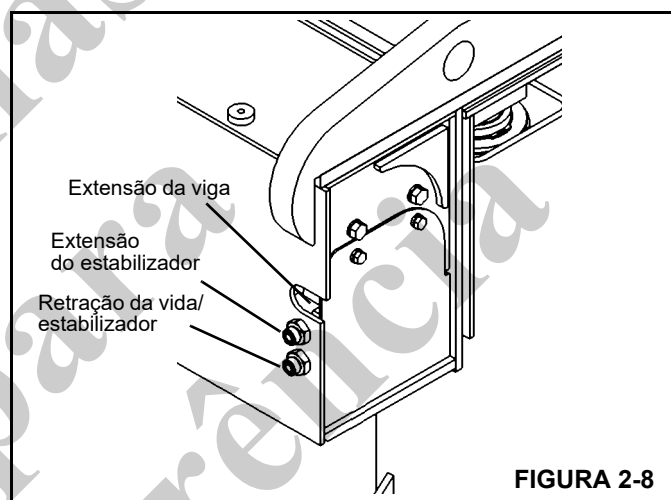

FIGURA 2-8
2. Instale um manômetro na linha de retração (Figura 2-8).
2. Instale um manômetro na linha de extensão (Figura 2-8).